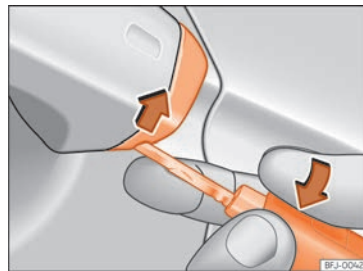

**Fig. 95** Manecilla de la puerta del conductor: desprender la tapa haciendo palanca.
- Introduzca el espadín en la abertura inferior de la tapa de la manecilla de la puerta del conductor »» fig. 95 y eleve la tapa de abajo hacia arriba.